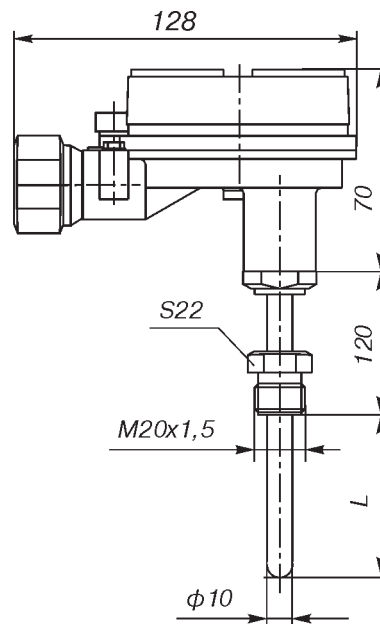

Рис.7\*\*.
- алюминиевый сплав АК12 (рис.7).